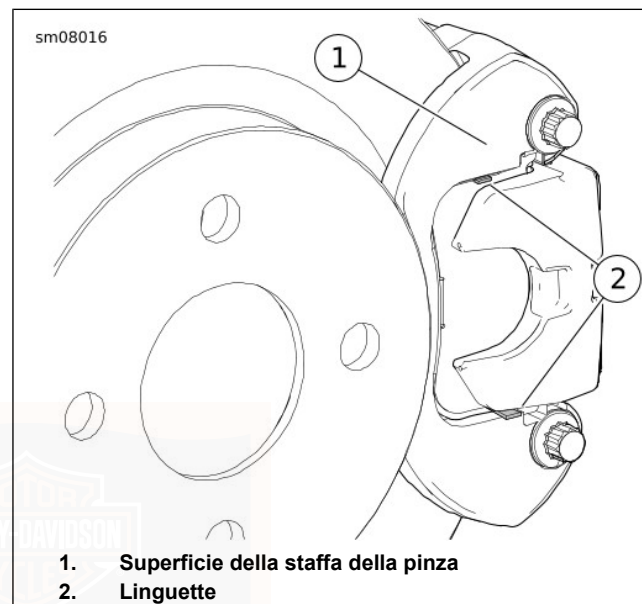

Figura 65. Controllo delle pastiglie del freno posteriore
4. Vedere Figura 65. Confrontare le estremità delle linguette (2) con la superficie della staffa esterna della pinza (1). Se la linguetta è a livello o all'interno della superficie, rivolgersi a un concessionario Harley-Davidson.